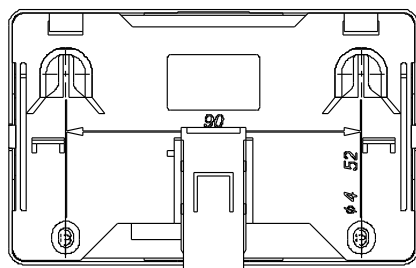

Рисунок 2
- при установке на стену (см. рисунок 2):